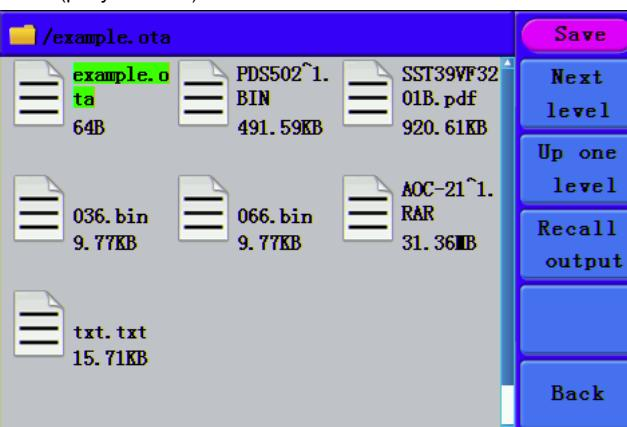

Рисунок 5.48. Выбор файл с данными
2) Выберите устройство **USBDEVICE** и нажмите кнопку **Next Level** в меню справа. С помощью регулятора **M** или кнопок **◀/▶** выберите, например, сохраненный файл осциллографа **example.ota** (рисунок 5.48).